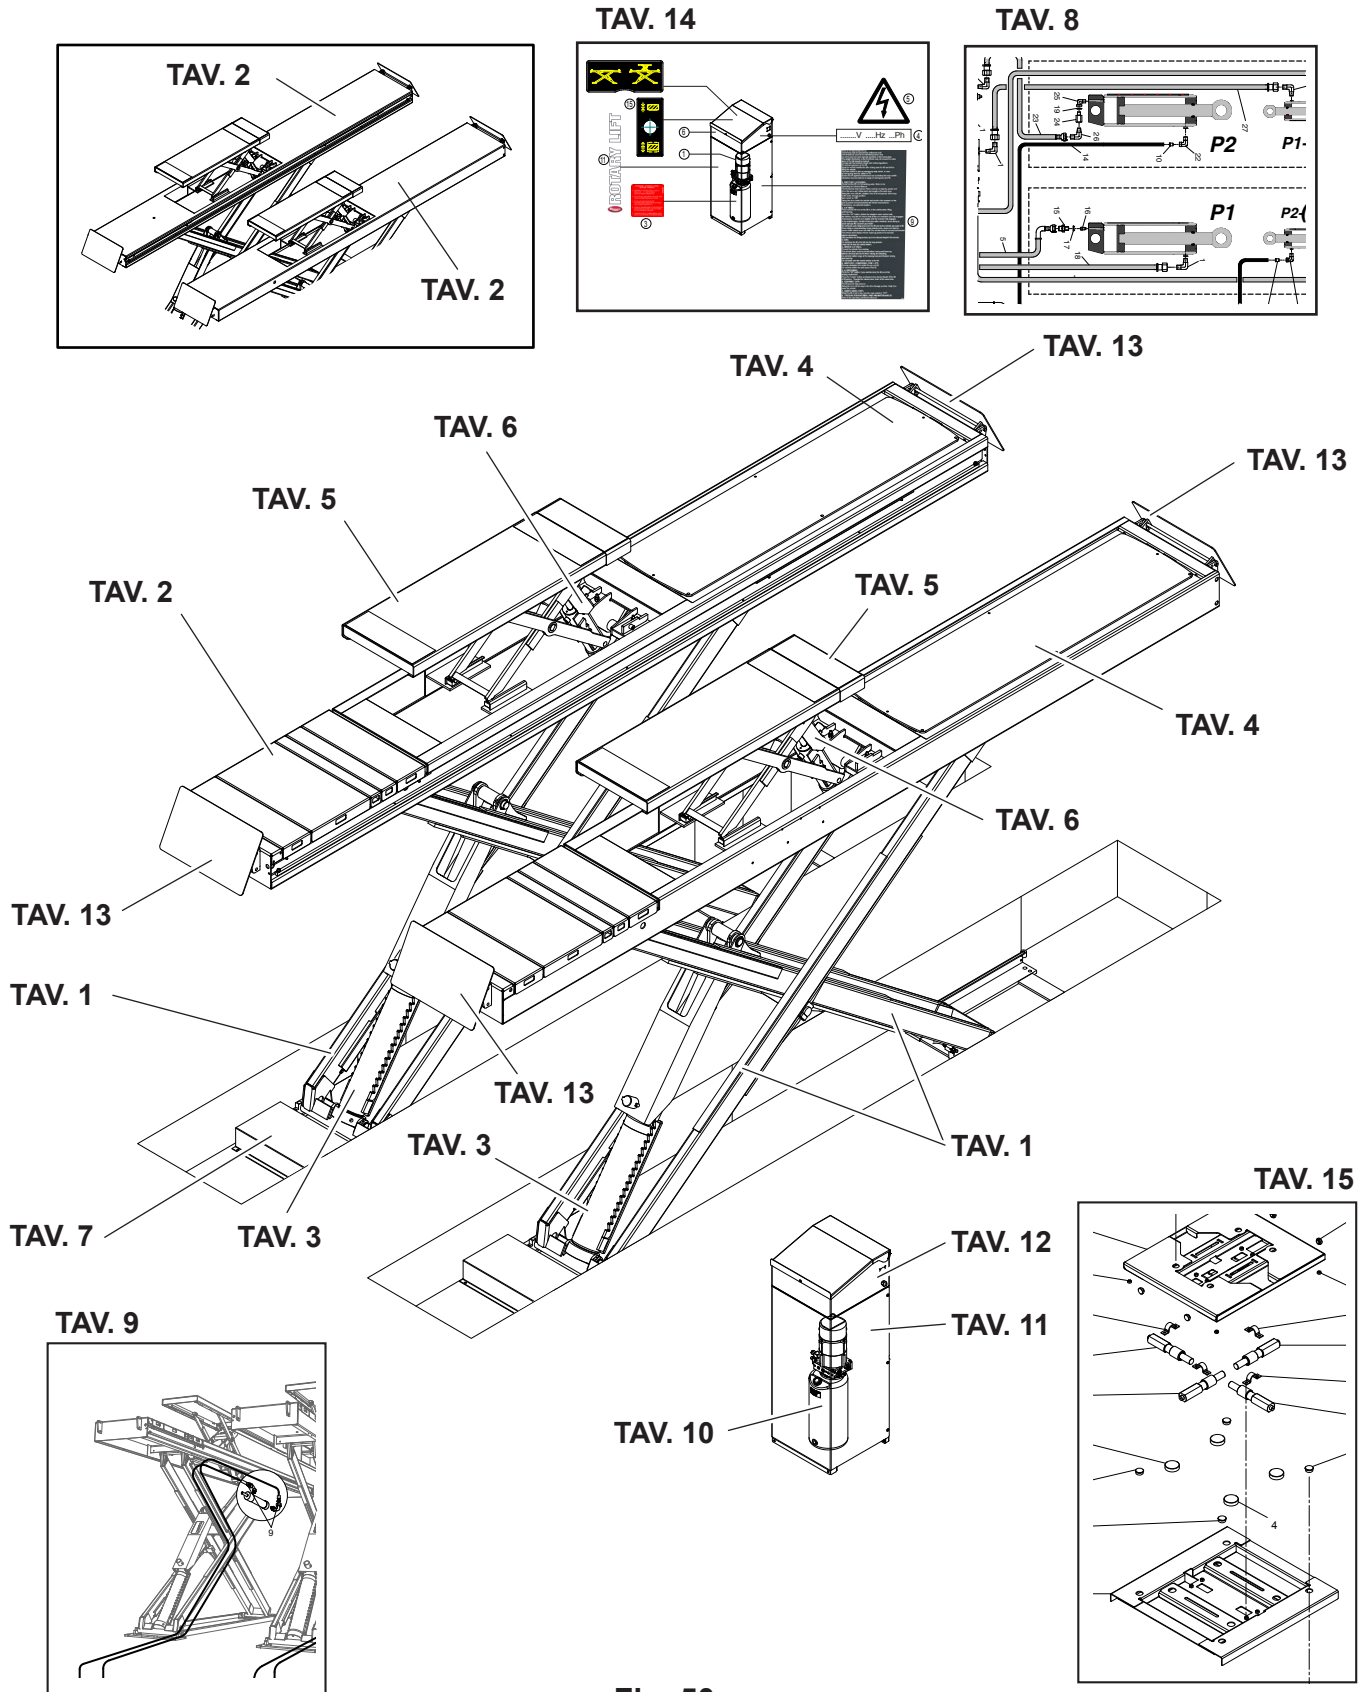

Fig. 50
La **Fig. 50** rappresenta l'indice figurato delle macchine.
**Fig. 50** shows the machines in detail. That figure and the following summary allow quick identification of machine main units and relevant tables for ordering spare parts.
Die **Abb. 50** beinhaltet das bildliche Verzeichnis der Maschinen. Die Konsultation dieser Abbildung und des nachstehenden Verzeichnisses ermöglicht ein schnelles Auffinden der Hauptgruppen, die die Maschinen bilden und der entsprechenden Ersatzteiltafeln.
La **Fig. 50** est une représentation figurée des machines. La consultation de la figure et du sommaire ci-après, vous permet de reconnaître aisément les principaux ensembles des machines détachées.
La **Fig. 50** representa el índice figurado de las máquinas. La consulta de tal figura y del índice permite una rápida individualización de los principales grupos que constituyen las máquinas y de las relativas tablas para la orden de pedido de las partes de recambio.